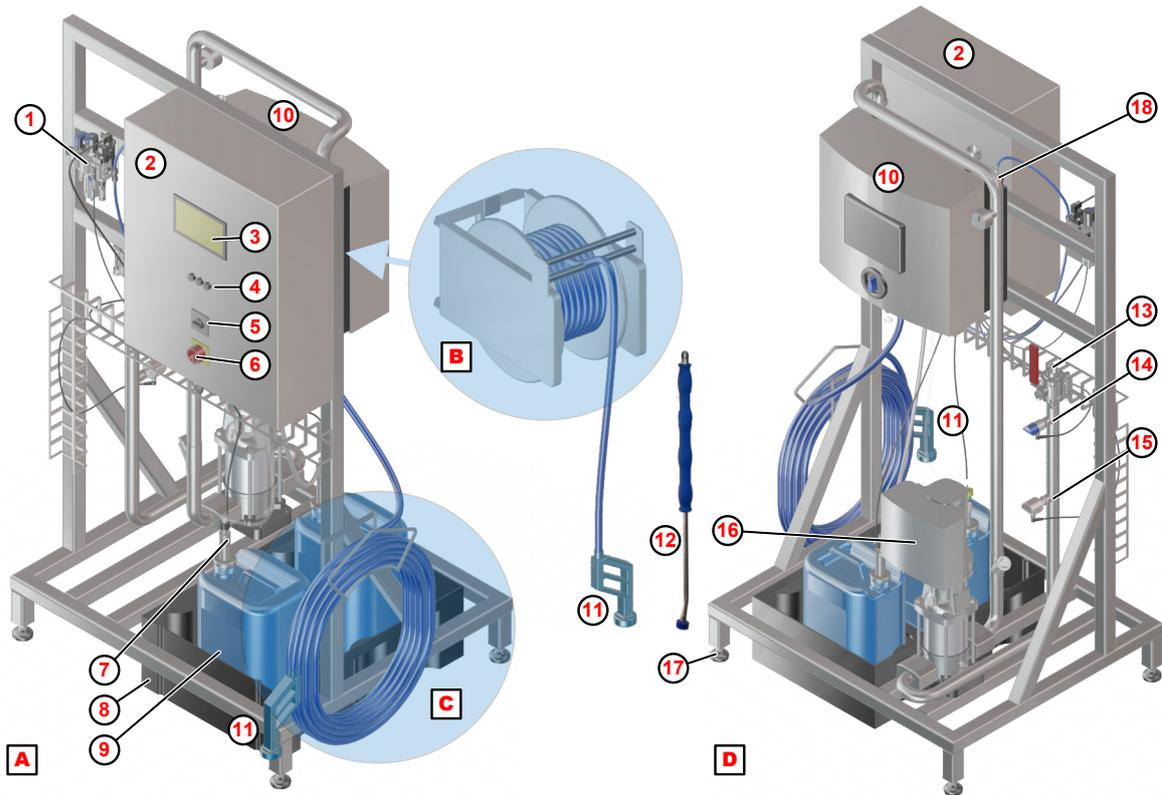

Abb. 2: BFH Foamatic Übersicht
BFH Foamatic erzeugt durch die Vermischung von Wasser, Chemikalien zur Schaumreinigung und Druckluft eine Schaumreinigungslösung. Dazu wird mit der am Rahmen montierten Druckerhöhungspumpe Abb. 2, ⑯ druckerhöhtes Wasser erzeugt. Im Hybrid Foamatic-Satellit ⑩ wird dieses Wasser dann in Injektorblöcken mit Chemikalien zur Schaumreinigung gemischt und im Luftinjektionsventil mit Druckluft aufgeschäumt.
Die Wassereinheit besteht aus einem Strömungssensor, Abb. 2 , ⑮ , einem Membrandruckschalter ⑭ und einer Druckerhöhungspumpe ⑯ mit Frequenzumformer.
Über den Hybrid Foamatic-Satellit, Abb. 2 , ⑩ wird die Reinigungslösung mittels Injektortechnik mit Chemikalien zur Schaumreinigung gemischt und durch Druckluft aufgeschäumt. Die Druckluft wird über einen Druckminderer mit Druckanzeige eingestellt.
Die Sauglanzen, Abb. 2 , ⑦ führen über flexible PVC-Schläuche das Chemikalien zur Schaumreinigung den Injektorblöcken zu. Die Sauglanzen sind mit Rückschlagventil und mit Vorleer- und Leermeldung ausgerüstet.
Am Schaltschrank, Abb. 2 , ② befinden sich neben dem Hauptschalter ⑥ auch die Steuerung mit dem Bediendisplay ③ sowie die Bedientasten ④ . Optional ist ein pneumatischer Ventilblock zur Steuerung der externen Ventile des Düsensystems in den Steuerschrank eingebaut.
Die Handlanze, Abb. 2 ⑫ mit 25 m langem Schlauch wird für die manuelle Reinigung verwendet. Die Handlanze besteht aus der Sprühpistole ⑪ , der Handlanze ⑫ sowie den Vorsätzen Tornadodüse, Desinfektionsdüse und Schaumdüse.